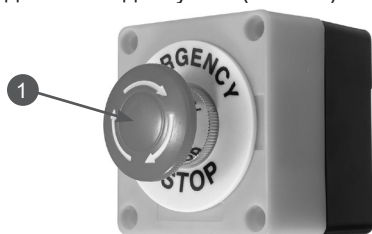

Рис. 18 Выключатель зажигания аварийный
7. Убедитесь, что аварийный выключатель зажигания на загрузочной воронке находится в положении «Включено» (кнопка 1 аварийного выключателя не нажата) (Рис. 18). Если кнопка выключателя нажата (положение «Выключено» — включен аварийный останов двигателя) — двигатель не запустится. Чтобы перевести аварийный выключатель в положение «Включено» поверните кнопку 1 выключателя по часовой стрелке, как показано стрелками на кнопке — кнопка под действием внутренней пружины должна выдвинуться (Рис. 18).
После первого запуска двигателя и перед началом измельчения проверьте работу аварийного выключателя зажигания (Рис. 18), расположенного на загрузочной воронке. В случае, если аварийный выключатель не работает, проверьте правильность соединения разъема проводов от выключателя к двигателю. Если это не помогло обратитесь в авторизованный сервисный центр CHAMPION. Запрещается эксплуатация измельчителя при неисправности аварийного выключателя зажигания.